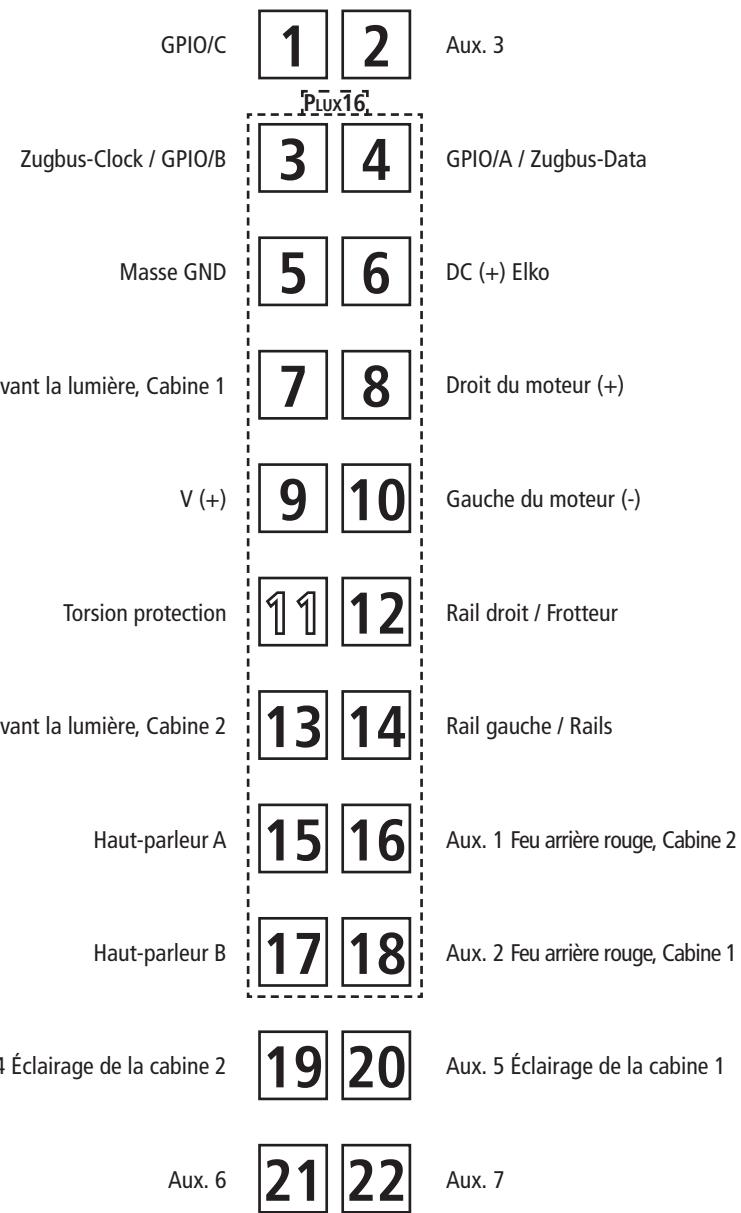

Fig. 5
**2. Schmierung:** Versiehen Sie die im Schmierplan in Fig. 5 gekennzeichneten Stellen mit nur **kleinen Öltropfen**. Dazu zuerst das Lokgehäuse abnehmen (Fig. 3). Wir empfehlen den ROCO **Öler Art.-Nr. 10906**. Fürs Schmieren der Getriebeteile (Zahnräder, Schnecke) empfehlen wir das **ROCO-Spezialfett Art.-Nr. 10905**. Im Falle der Schmierung diese Teile **nicht ölen**.
**2. Lubrication:** Apply **tiny oil drops** to spots marked in fig. 5. Prior to lubrication dismantle locomotive (fig. 3). We recommend using item no. **10906, Roco oiler**. For lubrication the gearparts (e.g. cogwheels, worm) we would recommend our Roco **special grease** (item no. **10905**).
**2. Graissage:** N'appliquez **qu'une tout petite goutte** aux endroits indiqués par le plan de graissage (fig. 5) après avoir démonté la caisse de la locomotive (fig. 3). Nous vous recommandons **le graisseur à huile Roco réf. 10906**. Pour graisser les engrenages (roues dentées, vis sans fin) nous vous conseillons la **graisse spéciale Roco réf. 10905** pour engrenages en matières synthétiques. Lorsque vous utilisez cette graisse il faut éviter d'huiler ces composants.